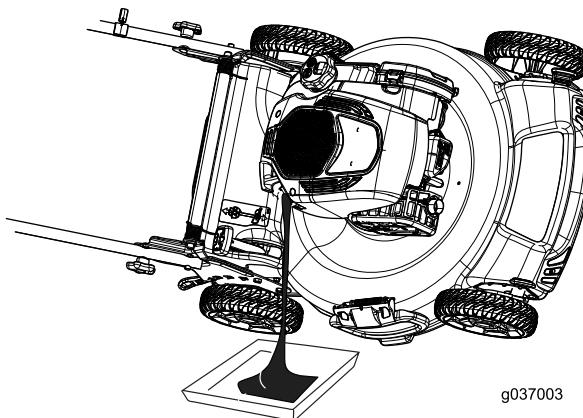

Рисунок 34
- Для слива отработанного масла через маслозаливной патрубок переверните машину набок воздушным фильтром вверх (Рисунок 34).